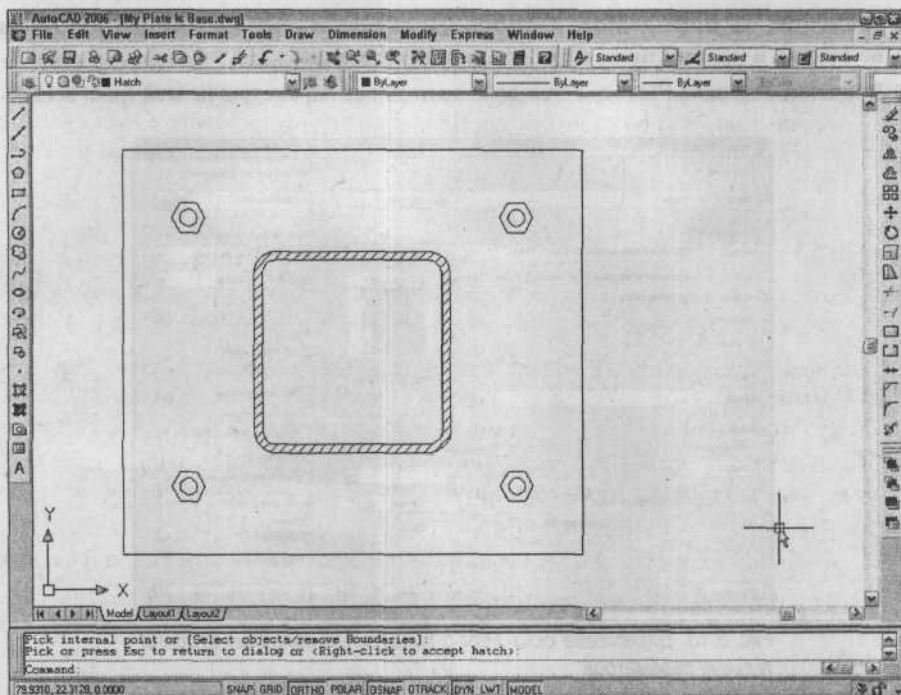

Рис. 3.12. Завершенный чертеж пластины и колонны
7. В поле **Scale** (Масштаб) установите значение **0.5**. В поле **Pattern** (Образец) выберите шаблон **ANSI31**. В поле **Angle** (Угол) выберите угол поворота штриховки (учитывайте, что в поле задается не угол наклона линий, а угол поворота шаблона). Экспериментируя с параметрами штриховки, нажимайте клавишу **Preview**, чтобы увидеть результат. Как только результат будет вас устраивать, щелкните в графической зоне правой кнопкой мыши, чтобы зафиксировать штриховку. Завершенная пластина фундамента и сечение колонны должны выглядеть так, как на рис. 3.12.